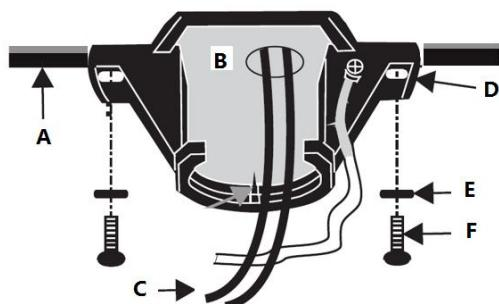

Fig. 7
Pase los cables de alimentación (C) de la caja de salida del techo (B) a través del centro del soporte de montaje del techo (D). Instale el soporte de montaje en el techo (D) en la caja tomacorrientes (B) con los tornillos de armado (F) suministrados con la caja tomacorrientes y las arandelas (E) incluidas con el ventilador. **Fig. 7**